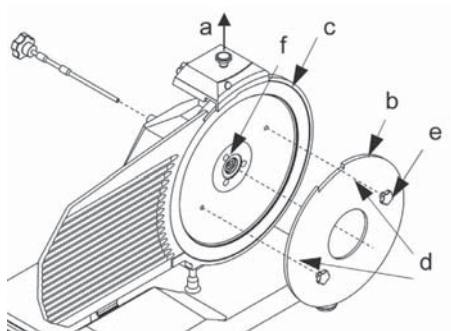

Fig. 7 - Montage de l'outil en plexi (b) pour enlever la lame
Pour nettoyer la lame de l'autre côté, il faut la retirer (voir Fig. 7).
- retirez la plaque couvre-lame (voir Fig. 7);